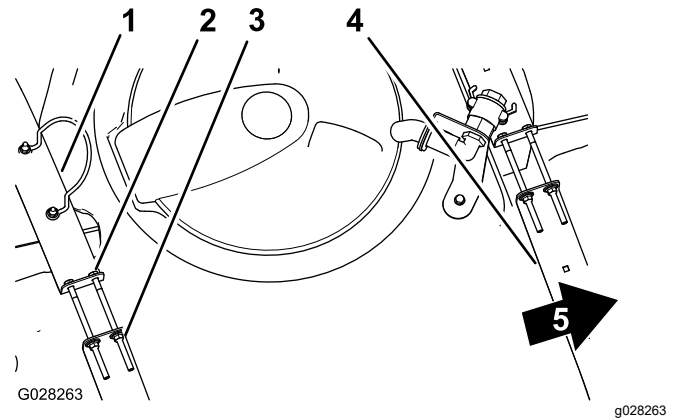

図 31
2. タンクとタンク固定ベルトとの間に、たるみができていないか点検する 図 31。
- ベルトにゆるみがある場合には、ベルトの上部にあるフランジロックナットとボルトを締めてベルトとタンクとが面一になるようにする 図 31。